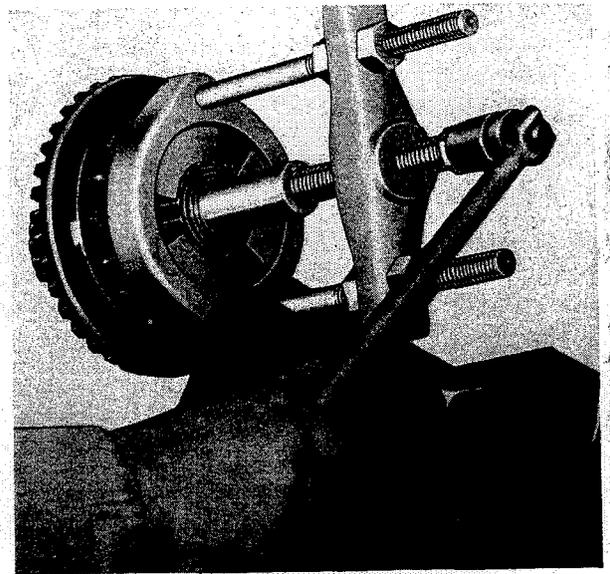

Fig. 167 Lagerabzieher
Zum Abziehen eines Hinterachswellenlagers ist eine Kombination des Werkzeuges W-104, Fig. 167, zu benutzen.
4. Wenn notwendig, sind die Seitenlager mit Abzieher W-104, Fig. 167, abziehen.